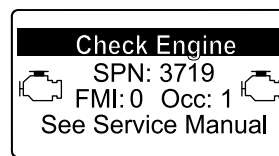

Рисунок 57
- Предупреждение о двигателе SPN 3719, FMI 0 (Рисунок 57)